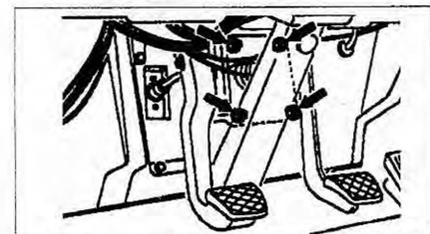

Рис. 7.4. Снимите вакуумный усилитель тормозного привода. При установке используйте только новые болты крепления.
6. Снимите вакуумный усилитель тормозного привода (рис. 7.4). При установке используйте только новые болты крепления.